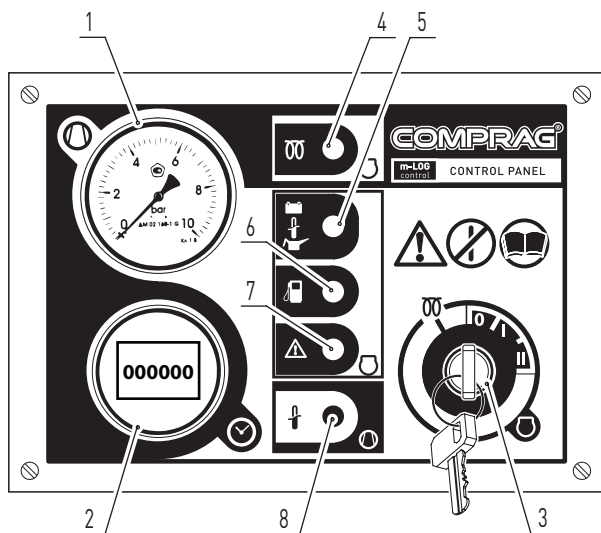

Рис. 4.2
5. Убедитесь в том, что горит только сигнальная лампа поз.5 Рис.4.2. Если горят другие сигнальные лампы, то смотри п.4.2.1.